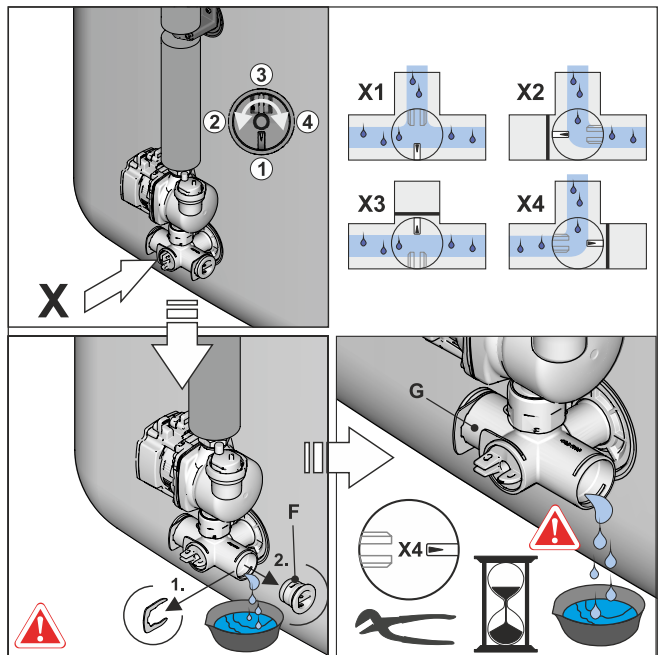

Fig. 49-5 Cerrar el inserto de válvula, quitar el tapón ciego del ángulo de conexión
- 5 Ajustar el inserto de válvula en el ángulo de conexión hasta que se abra el tramo hasta la tubería de descarga (véase también Fig. 49-5) y purgar el volumen de agua del depósito acumulador.